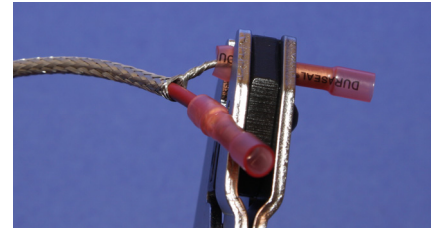

Abb. 5
9. Jetzt stecken Sie den Heizdraht mit der vorher aufgedrückten Adernhülse in den Stoßverbinder und verpressen ihn mit der Crimpzange so, dass eine feste Verbindung entsteht. (Abb. 5)